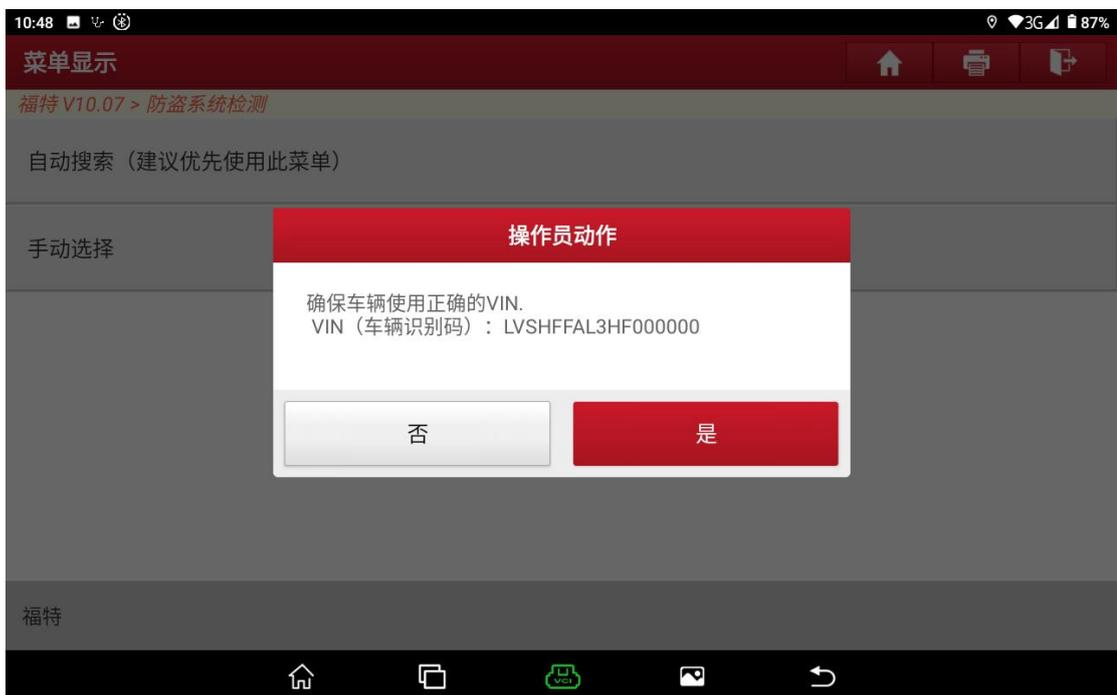

图 A5
3. 选择确认车辆 VIN 码是否正确，【否】需要手动输入正确的 VIN 码，【是】则下一步（图 A5）。